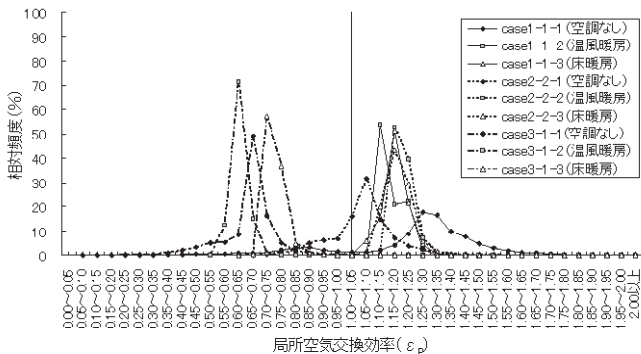

図3 LDKの ϵ_p の空間相対頻度分布
3.2 局所空気交換効率(ε_p)の空間相対頻度分布: 図3にLDKのε_pの空間相対頻度分布を示す。暖房方式に関わらず、第1種、第2種機械換気は主にε_pが1.0以上の範囲に分布し、第3種機械換気は1.0未満の範囲に分布する。空調なしの場合は、暖房時に比較してε_pの分布が広範囲に渡り、相対頻度の最大値が小さくなる。